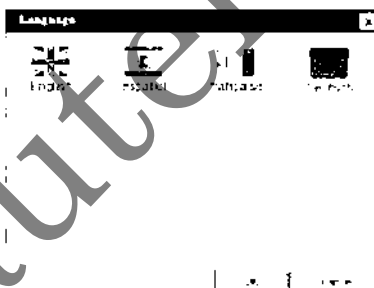

Рисунок 3-3
- 2) Используя кнопки прокрутки **вверх/вниз**, выберите необходимый язык интерфейса, после чего нажмите кнопку **ОК**, чтобы сохранить выбранное значение и вернуться в предыдущее окно. См. рисунок 3-3.